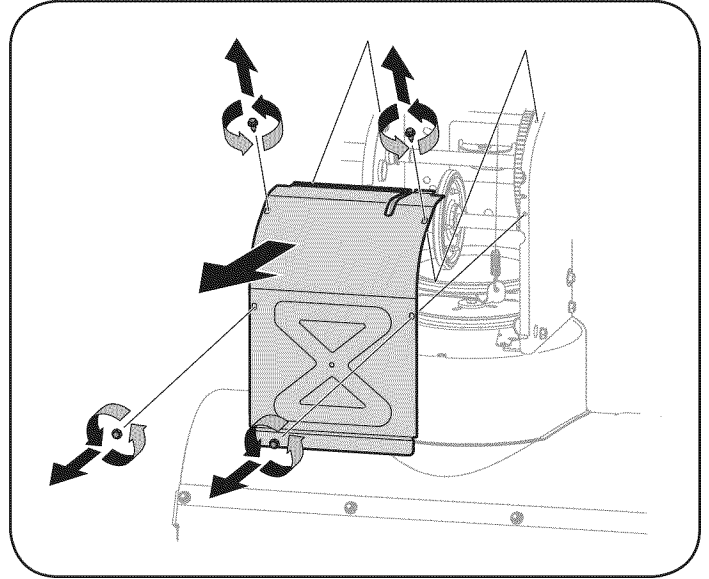

Figura 23
5. Saque la cubierta del marco desde debajo de la máquina quitanieve retirando los cuatro tornillos autorroscantes que la aseguran. Vea la Figura 23.